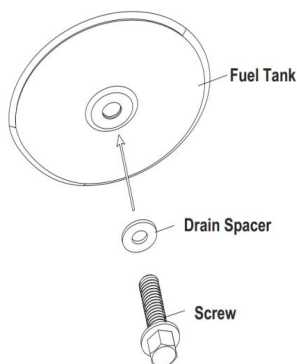

Afbeelding 6. Verwijderen van de aftapplug. Afstellen van de pompdruk.
2. Om de aftapplug (DG - K100) te verwijderen: trek de pluggreep naar beneden en verwijder de afdichtingskop van de aftapopening van de tank (zie afbeelding 6).